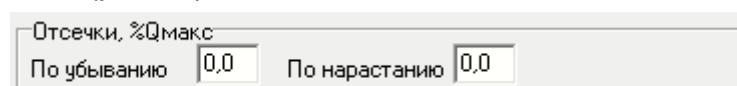

Рис.23. Вид области «Отсечки, %Qмакс».
3.3.2. В расходомере предусмотрена возможность установки отсечек снизу при изменении расхода **По нарастанию** и **По убыванию**. Параметры содержатся во вкладке **Основные параметры** в области **Отсечки, %Qмакс** (рис.23)